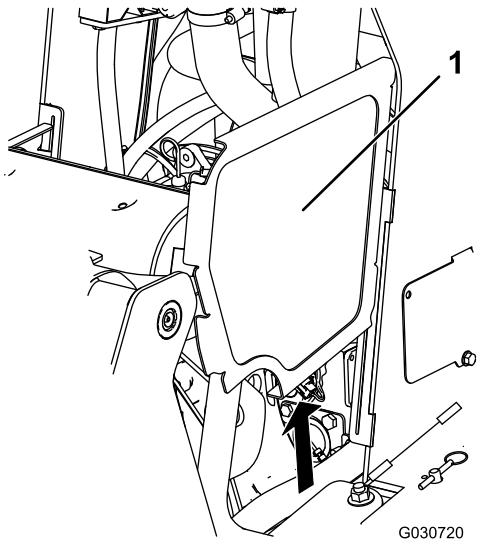

Figure 40
2. Faites coulisser les panneaux latéraux (Figure 40) vers le haut pour les sortir des fentes du panneau avant et du châssis.